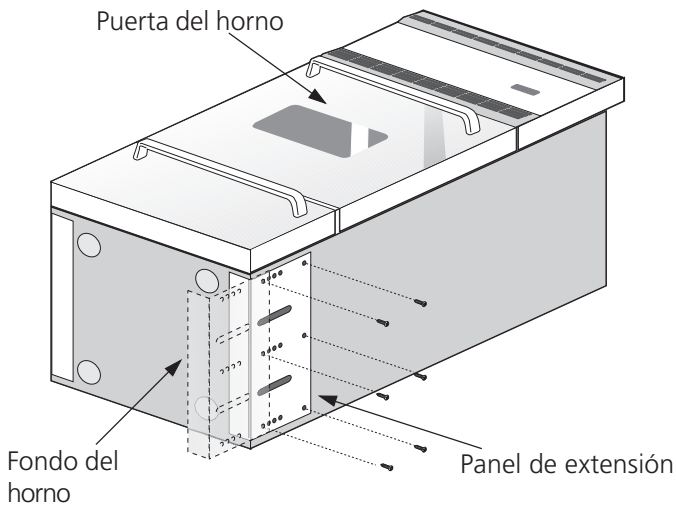

Figura 5
1. Coloque el horno sobre su parte posterior (ver figura 5).